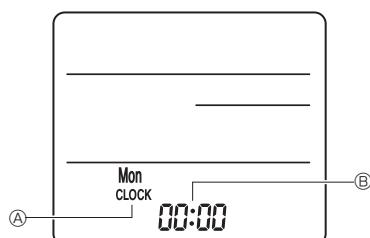

Fig. 7-10
3) Indstilling (indstilling af ur) (Fig. 7-10)
- ① Sæt batterier i, eller tryk på Ⓛ CLOCK-knappen med en spids genstand.